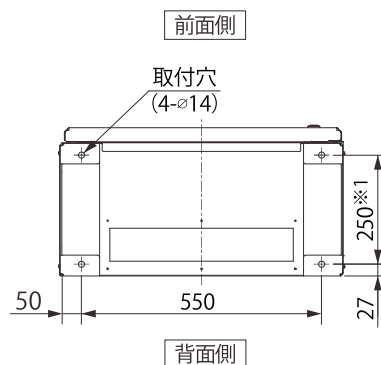

図 4
2. 基台のアンカーボルト取付穴 (4-φ14) に、アンカーボルト M10 で床面に固定してください。(図 4)